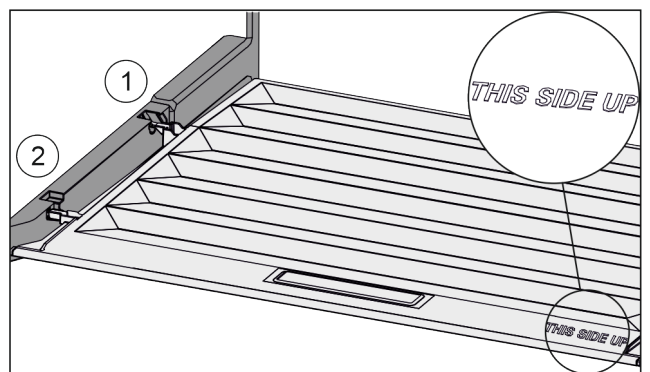

Fig. 35
- Introduire les rainures du couvercle par l'orifice du support arrière Fig. 35 (1) et les enclencher à l'avant dans le support Fig. 35 (2).